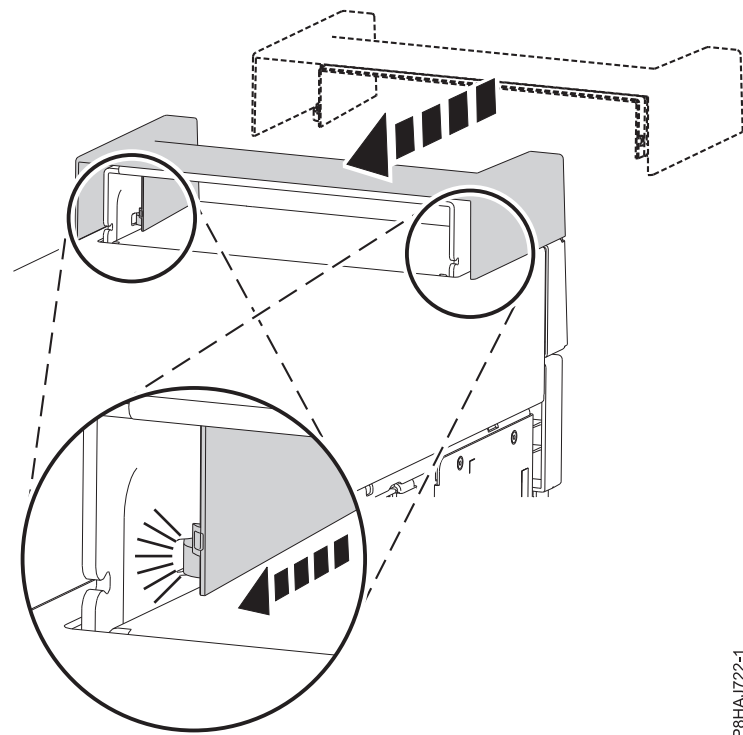

図 50. 8286-41A スタンドアロン・システムへのハンドル・カバーの固定
1. ハンドル・カバーを、システムの後部方向へスライドさせて内部 RDX ドッキング・ステーション (FC EUA3) に固定します。図 50 を参照してください。